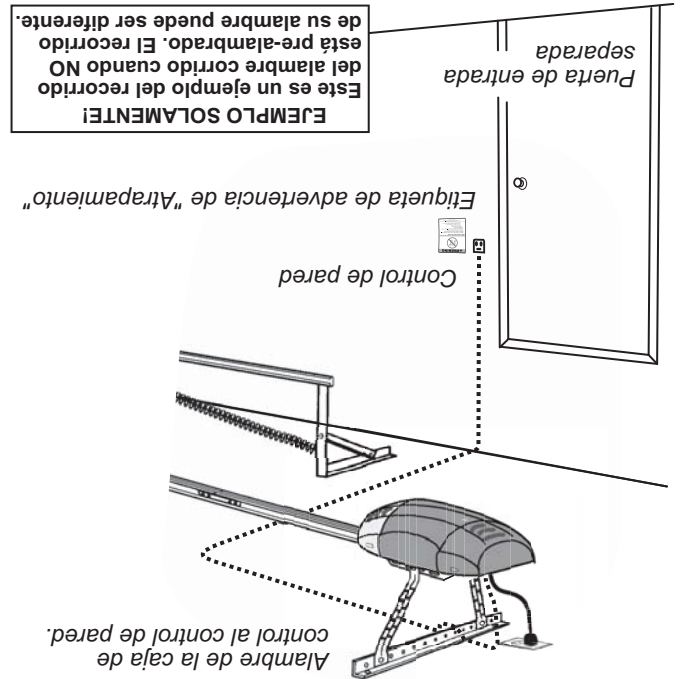

FIG. 3-1 Recorrido de alambre del control de pared
- Localice los extremos de alambres pre-alambrados del control de pared (Fig. 3-1).
- Escoja una localización conveniente para el control de pared del montaje usando las pautas mencionadas anteriormente (Fig. 3-1).
- Corra el alambre del control a la caja de control (Fig. 3-1).